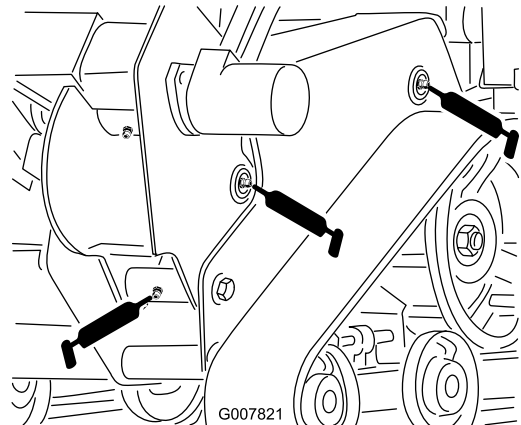
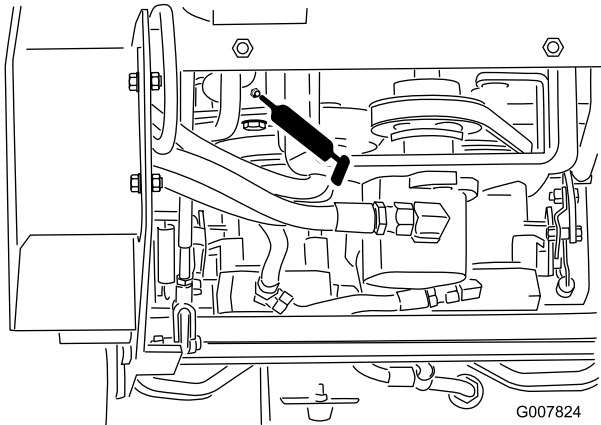

Bild 28
Bild 31
3. Setzen Sie die Fettpresse nacheinander an allen Nippeln an (Bild 28 und Bild 31).